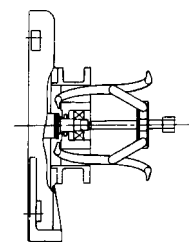

図 15
- (1) ベルト⑳および、ブロワプーリ㉕を外す。(ベルトを外す方法は、「12. ベルト張り調整・交換要領」に従ってください。)
- (2) ブロワ本体をベースより外す。適当な台に吸込口が上を向くようにブロワを置く。(作業中、ブロワを転倒させないように注意してください。)
- (3) ベアリングカバー㉑とパッキン㉒を外す。
- (4) ベアリングナット㉓、ベアリングワッシャ㉔を外す。
- (5) 入口側ベアリングボックス㉖を取り付けているネジを外し、プーリ抜きを用いて入口側ベアリング㉗と入口側ベアリングボックス㉖を共に抜く。(図15)
- (6) 入口側ベアリングボックス㉖より入口側ベアリング㉗を抜く。この時、ハンマの柄などで裏面より入口側ベアリング㉗をたたくと抜ける。
- (7) ケース締付ボルト㉙を外し、ファンケース(C)㉚を外す。
- (8) ファン止めナット㉛、ファン止めワッシャ㉜とエンドカラー㉝、ウェーブワッシャ㉞を外す。
- (9) ファン㉟、デフレクタ㊱、ファンケース(B)㊲の順で最後のファン㉟まで取り外す。